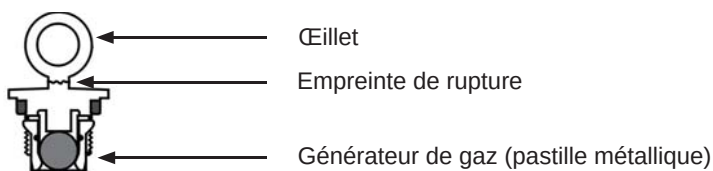

Fig. 2
- ◆ Vérifier que la vis d'activation est bien équipée du générateur de gaz (voir fig. 2).